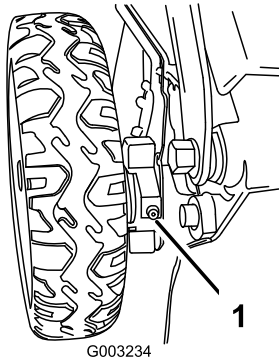

Figure 46
1. Essuyez les graisseurs situés juste à l'intérieur des roues arrière avec un chiffon propre (Figure 46).